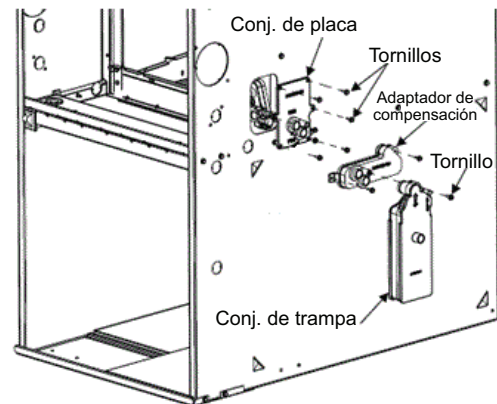

Fig. 16 – Flujo ascendente: desviación del drenaje de condensado
1. Se requiere el juego de accesorios del adaptador de desviación (se compra por separado). En lugar de instalar la trampa en la placa adaptadora, atornille el adaptador de desviación de la trampa en la placa adaptadora, consulte Fig. 16.
2. Atornille la trampa al adaptador de desviación de esta, consulte Fig. 16.
3. Atornille la placa adaptadora en la carcasa con el tornillo de metal laminado suministrado, consulte Fig. 16.